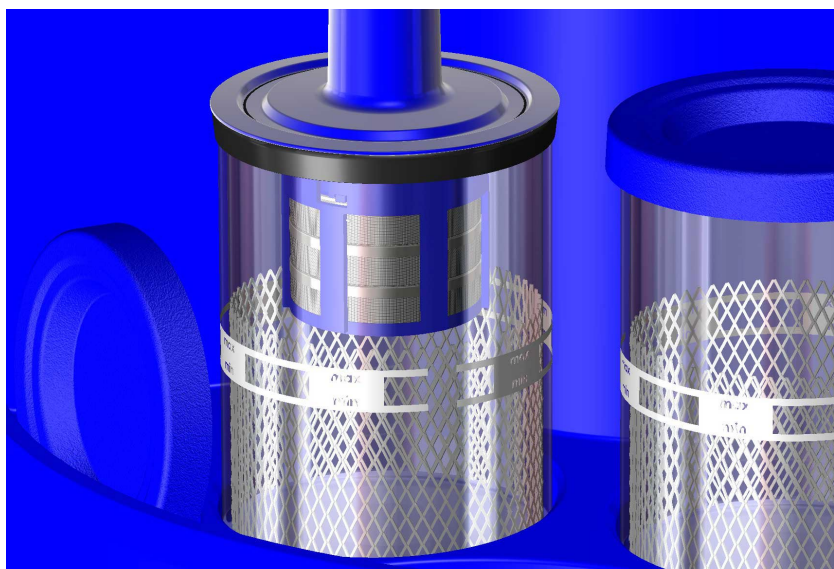

Abb. 3.8.4. Schleuderposition (mittlere Position)
- Mittlere Position (im Medienbehälter – oberhalb der Reinigungs-/Spülflüssigkeit): Schleuderposition (Abb. 3.8.4.).